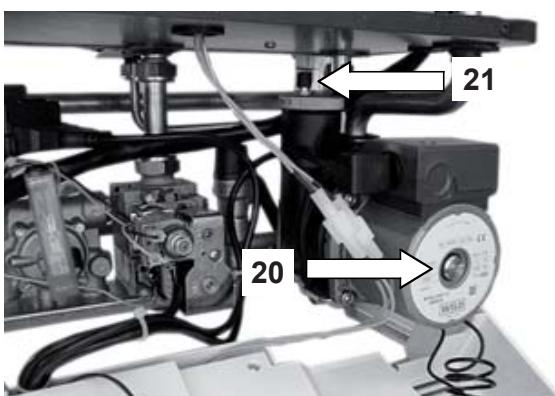

рисунок 6.2
- Отверните колпачок на автоматическом спускнике воздуха 21 (рисунок 6.2) на 1 полный оборот и оставьте его в этом положении.
- Спустите воздух из насоса, открутив винт 20 (рисунок 6.2); разблокируйте насос, поворачивая ротор в направлении, указанном стрелкой на информационной табличке.